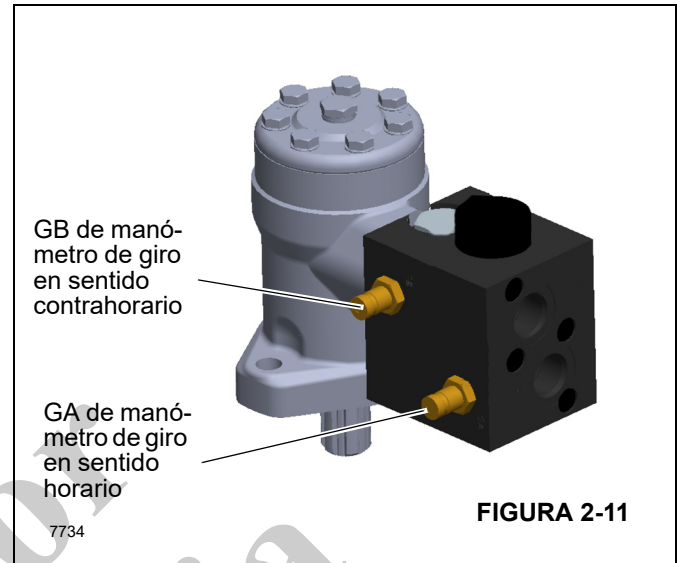

FIGURA 2-11
- a. Instale un manómetro con capacidad mínima de 345 bar (5000 psi) en la lumbrera para manómetro GA o GB en el colector del motor hidráulico (Figura 2-11).